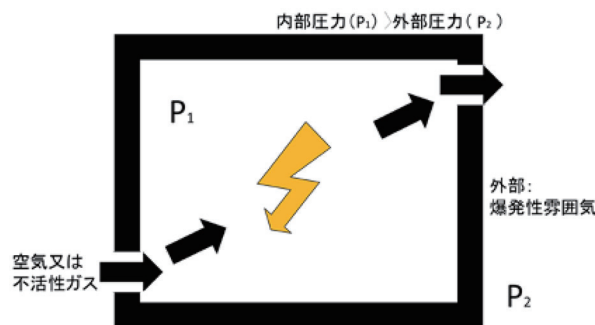

図3 内圧防爆構造模式図
- 3) 内圧防爆構造（protection by pressurized enclosure、記号：p、図3）は、電気機器の容器内部に空気、窒素等の不燃性ガス（保護ガス）を所定の圧力で封入又は流通させ、容器の内部に可燃性物質の侵入を防止する構造である。容器内部の内圧低下に対する保護装置を備えることが要求される。電気機器外部の爆発性雰囲気と内部の着火源を隔離する容器の性能は、保護ガスによる内部圧力に耐え、保護ガスの漏洩を少なくするとともに、内圧低下に対する保護装置を備えることが要求される。この構造は、大型電動機、分電盤等に適用される。